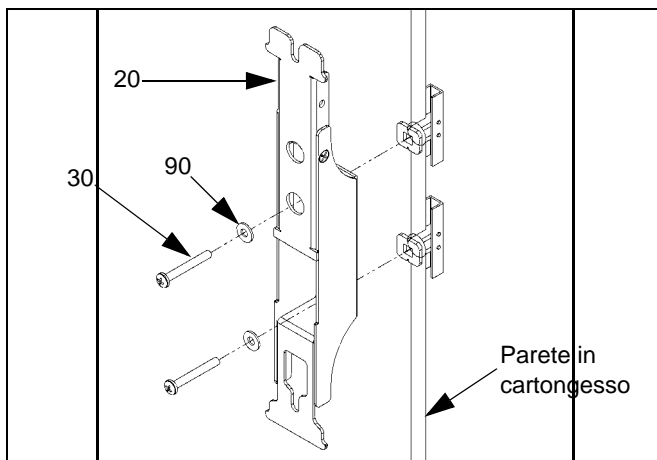

Figura 8.
8. Usando due viti a stella n. 10 (30) e due rondelle piatte (90), fissare la staffa per altoparlante alla parete (figura 8).
9. Ripetere la procedura per installare la seconda staffa per altoparlante (20).